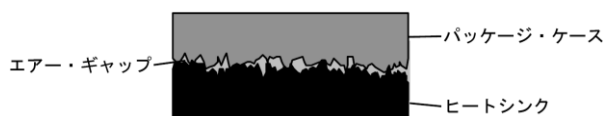
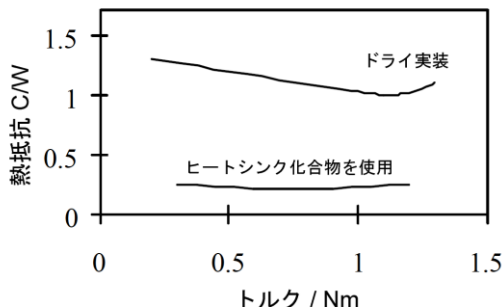
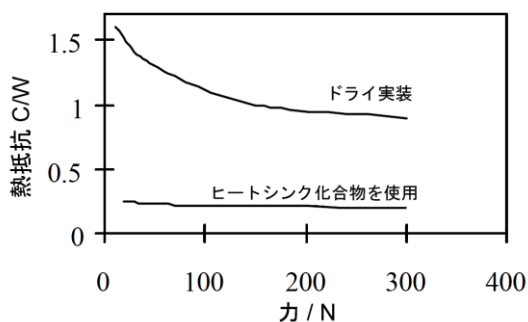

図 1 パッケージ・ケースとヒートシンク間の接触熱抵抗の発生源を示す断面図
図 2 ヒートシンクに実装された PowIRtab™ パッケージの取り付けネジ・トルクの間数として表された接触熱抵抗 (ドライ実装とヒートシンクコンパウンドを使用した実装)
図 3 ヒートシンクに実装された PowIRtab™ パッケージのクリップ力の間数として表された接触熱抵抗 (ドライ実装とヒートシンクコンパウンドを使用した実装)
接触抵抗の物理的発生源は、表面が決して完全に平坦ではないということの結果です。実装面の推奨平坦度は 10mm 内で 0.02mm です。実装穴の製作時には、損傷が生じないように特に注意を払う必要があります。十分に準備された 2 つの表面の場合でも、大きなエア・ギャップによって分離されたいくつかのポイントでのみ実際に接触が起こります。これを図 1 に示します。空気は非常に優れた熱絶縁物であるため、これは望ましくないことであり、熱抵抗を増加させます。表面間に閉じ込められた空気の量を低減する方法は 2 つあります。1 つは、2 つの表面を結合する力を増加させること、もう 1 つは、ギャップを埋めて接触領域の品質を改善することです。前者の場合は、クリップでチップの上に力を加えることによって、またはタブをヒートシンクに取り付けるネジのトルクを増加させることによって、これを行うことができます。取り付けネジに対するトルクの関数またはクリップ力の関数として熱抵抗がどのように変化するかを図 2 と図 3 に示します。取り付けネジを締め付け過ぎると、半導体パッケージが変形し、熱抵抗が増加する可能性があります。これは図 2 に示されています。図 2 は PowIRtab™ に対するトルクの関数として熱抵抗を示しており、ドライ実装の場合は 1.1Nm で最小、ウェット実装の場合は 0.8Nm で最小となっています。他のパッケージ・タイプも同様の性質を示します。半導体を正しく実装してこの問題や他の問題を回避する方法については、このアプリケーション・ノートで詳しく説明します。
- クリップによって供給される力を増やすと、熱抵抗が減少します。これは図 3 に示されています。ただし、より強力なクリップを使用しても、必ずしも性能改善が得られるわけではありません。通常は、最小 20N ~ 最大 50N の力を加えることを推奨します。